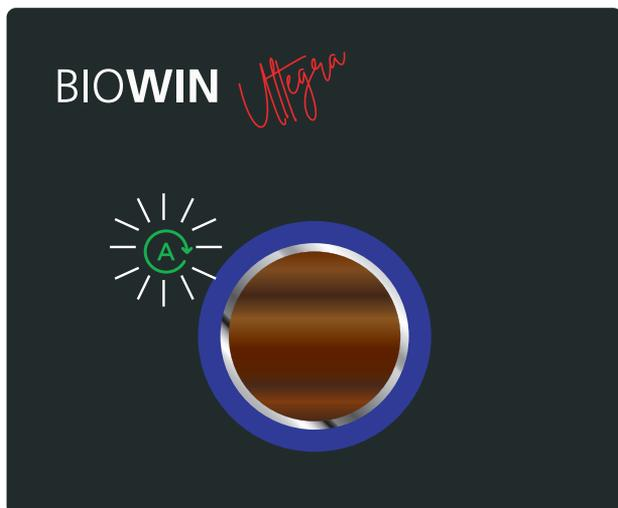
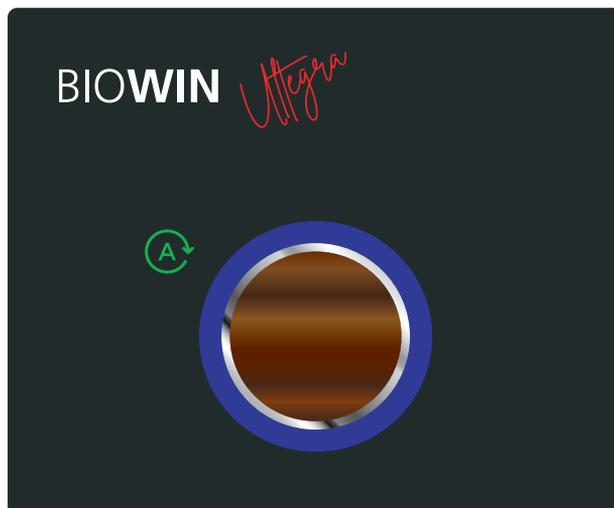

Fig. 16
Fig. 17
- Tourner et appuyer brièvement sur le bouton myMagic sur le symbole Mode automatique . Le symbole  clignote (Fig. 16) puis s'allume en vert, le cercle coloré s'allume dans la phase de fonctionnement actuelle – Fig. 17. La chaudière fonctionne selon les réglages de l'application de chauffage Windhager « myComfort ».